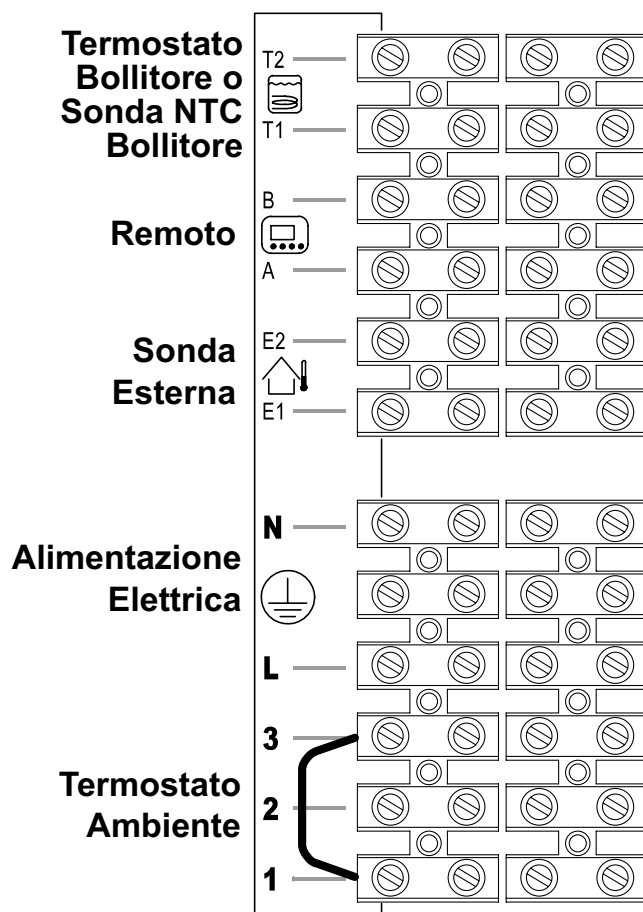

Figura 5.35
- Collegare ai morsetti **T1** e **T2** della morsettieria i due conduttori elettrici come indicato in Figura 5.35 .
Per il collegamento della sonda esterna servirsi dei morsetti indicati in Figura 5.35 .
Per il collegamento del remoto servirsi dei morsetti indicati in Figura 5.35 .
**Il ponticello elettrico collegato nella morsettiera termostato ambiente tra i morsetti "1 e 3" non va rimosso Figura 5.35 .**